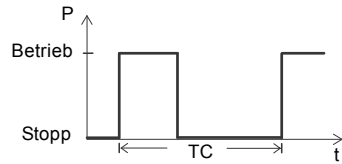

Abb. 9 S3-Betrieb
Der S3-Betrieb umfasst eine Reihe von identischen Arbeitszyklen (TC) mit jeweils konstanter Last innerhalb einer Periode. Danach folgt eine Ruheperiode. Während des Zyklus wird kein thermisches Gleichgewicht erreicht. Siehe Abb. 9.